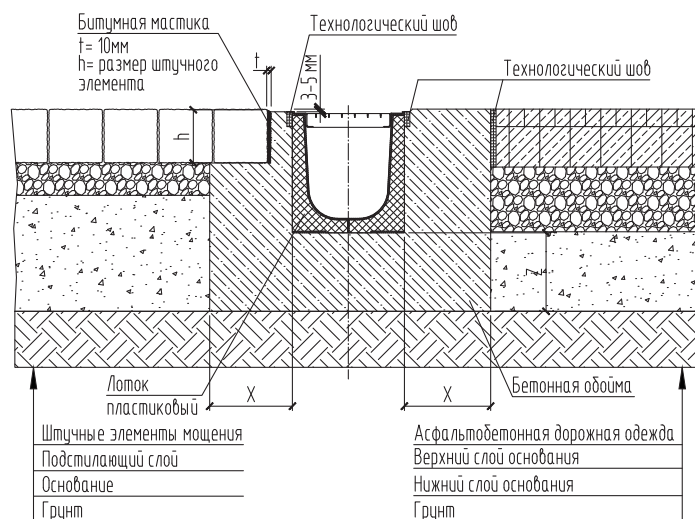

Рис. 14 – Пример обоймы пластикового лотка с асфальтобетонным покрытием и штучными элементами мощения.
11. Монтаж лотков осуществляется с предварительно установленной водоприемной решеткой для защиты от деформации стенок лотка в момент заливки бетонной обоймы, см. рис. 14.